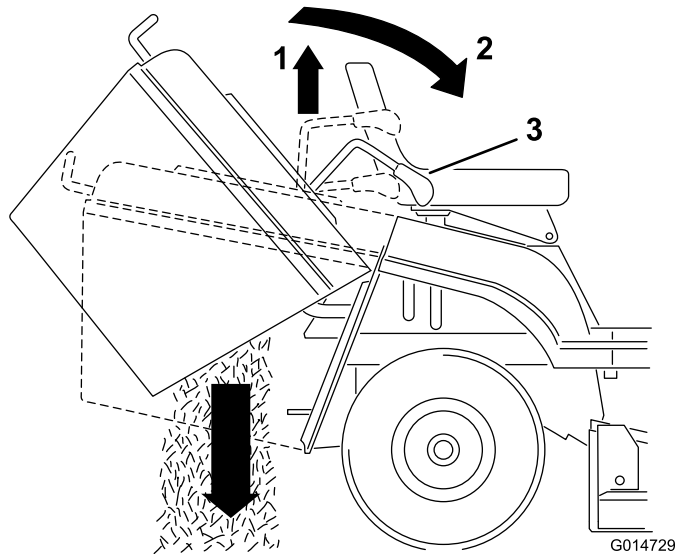

Figura 17
2. Estraete la leva telescopica di scarico, spingetela in avanti ed abbassatela per inclinare il cesto di raccolta (Figura 17).